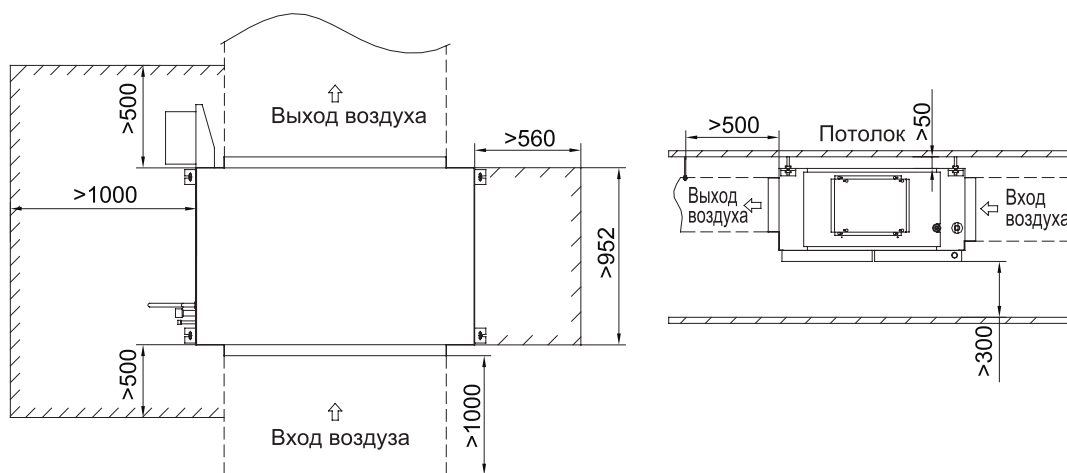

Рис. 11.15
11.3.3. На рис. 11.15 указаны минимальные допустимые расстояния от блока притока свежего воздуха до ограждающих конструкций.